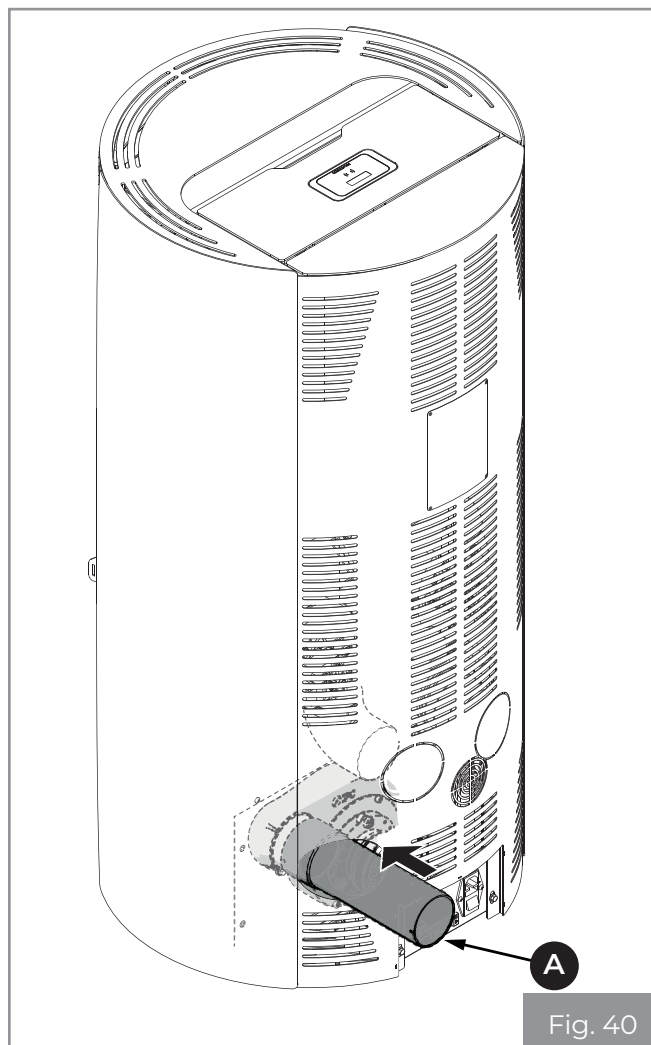

Fig. 40
- Collegare il tubo uscita fumi (A) (Fig. 40).